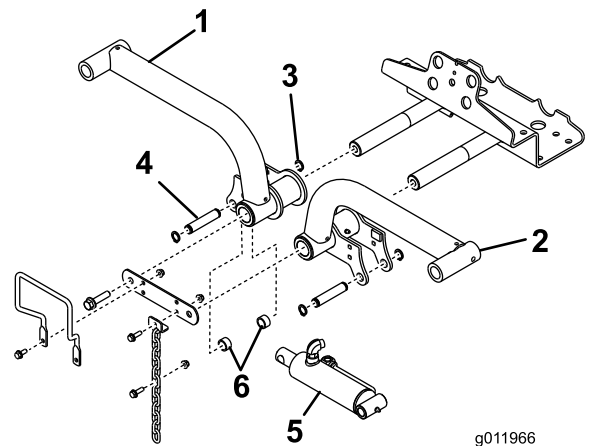

图15
6. 用 2 个安装销和 2 个隔片将提升油缸的右端固定至右提升臂上 图15。用卡环将其固定。